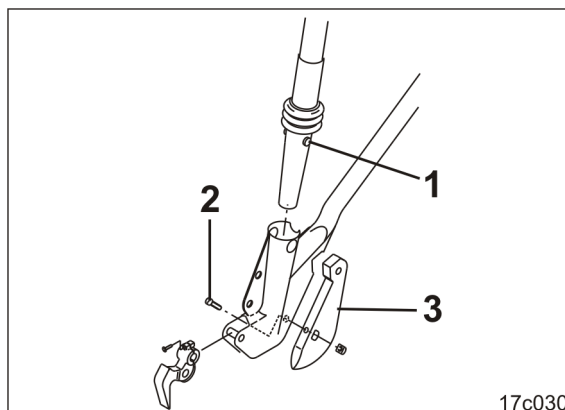

Fig. 234
1. Apăsați profilele în relief (Fig. 234/1) ale pâlniei în corpul brăzdarului.
3. Îndepărtați șurubul (Fig. 234/2) (momentul de strângere a șuruburilor 45 Nm).
4. Scoateți cuțitul brăzdarului (Fig. 234/3) din prindere.